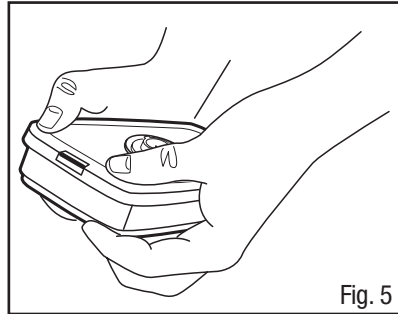

Fig. 5
1. Alinee el adaptador en el cartucho. Enganche el broche frontal de presión al apretar juntos el frente del cartucho y adaptador, colocando los pulgares de ambas manos sobre el adaptador y los dedos a lo largo de los lados inferiores del cartucho (Fig. 5).